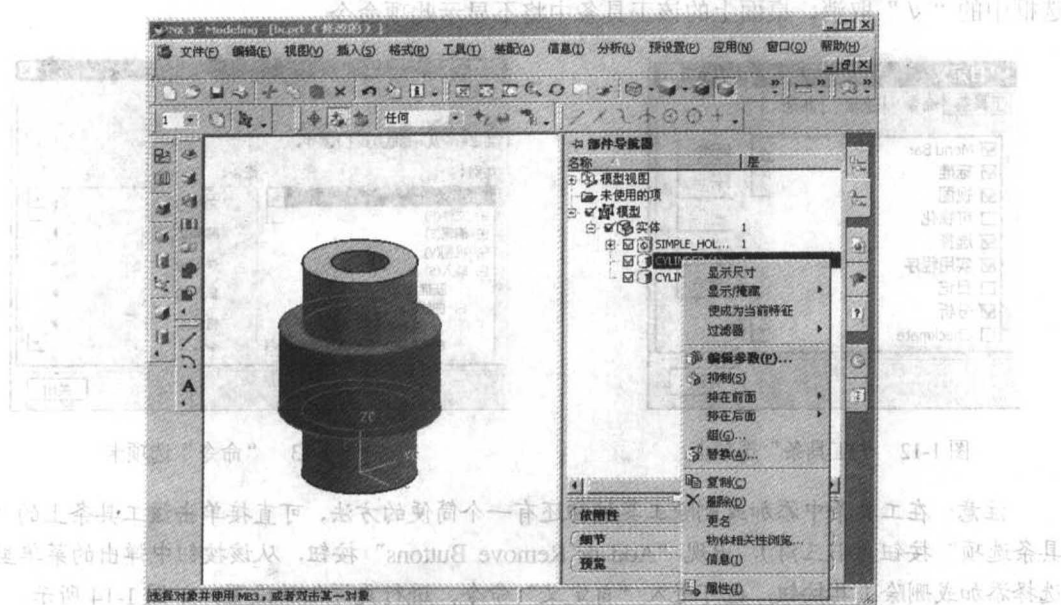

图 1-11 “模型导航器”快捷菜单
(1) 标题栏：主要用于显示软件版本、当前模块、文件名和当前部件修改状态等信息。
(2) 主菜单：包括了软件的主要功能命令，其中包括：“文件”菜单、“编辑”菜单、“视图”菜单、“插入”菜单、“格式”菜单、“工具”菜单、“装配”菜单、“信息”菜单、“分析”菜单、“预设置”菜单、“应用”菜单、“窗口”菜单和“帮助”菜单等。在不同的模块环境中主菜单命令项可能会有所不同。
(3) 提示栏：用来提示用户如何操作，执行每一步命令时系统都会在提示栏中显示如何进行下一步操作。对于初学者，提示栏有着重要的提示作用。
(4) 工具条：主要用来显示建模工具命令，并且每个命令都用形象化的图标表示出该命令的功能。
(5) 模型导航器：主要用来显示用户建模过程中的历史记录，用户可以清晰地了解建模的顺序和特征之间的关系，并且可以在特征树上直接进行各种特征的编辑，大大方便了用户查找、修改、编辑参数等。单击“模型导航器”，弹出“部件导航器”，用户可以清楚地看到建模过程。如果要对某一步进行修改，就将鼠标移动到那一步骤上，先单击左键，然后单击右键，相应的部分颜色发生改变，系统将弹出快捷菜单，用户可以对此进行多种操作，如图 1-11 所示。